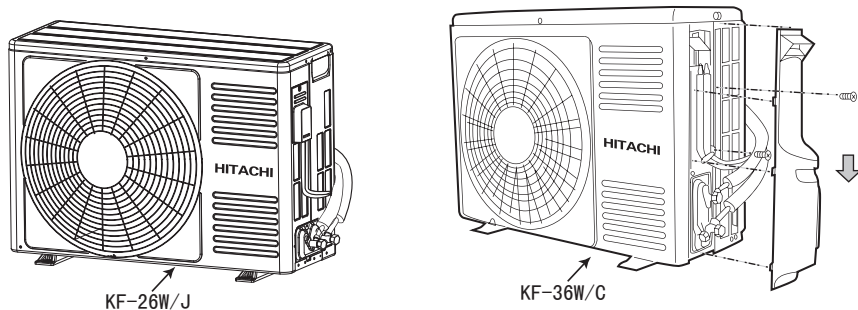

图21
- (1) 将右侧板上边盖拆开。(KF-26W/C除外) (图21)
- (2) 将截止阀的纳嘴与密封帽拆开。